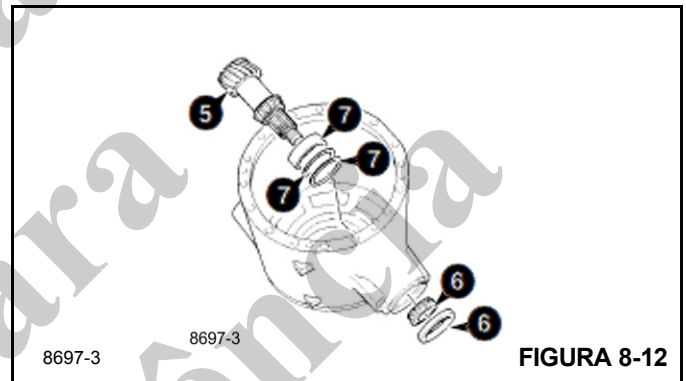

FIGURA 8-12
5. Usando um martelo de face macia, bata no eixo da extremidade do pinhão até que o pinhão esteja livre de seu rolamento dianteiro, depois retire o pinhão (Figura 8-12).